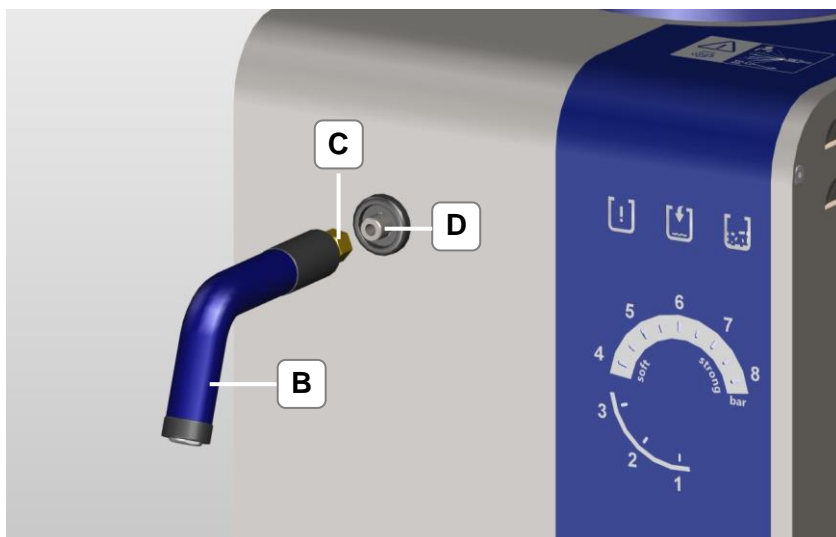

Figure 4.2.2: visser la tuyère fixe (option)
2. Vissez la tuyère fixe (B) avec l'écrou (C) en la serrant à la main jusqu'à la butée sur le manchon de raccordement (D) de l'appareil (figure 4.2.2).